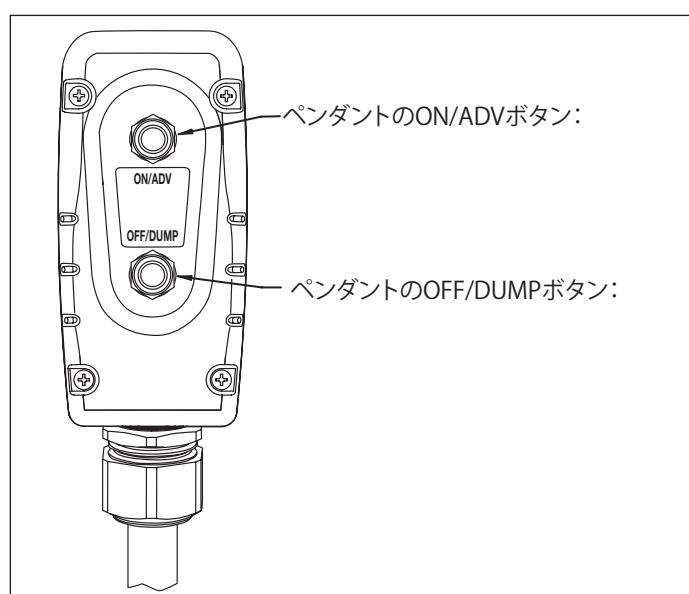

図7 ペンダントのボタン
##### 5.2 ペンダントの操作(図7参照)
- ポンプを始動するには、ペンダントの「ON/ADV」ボタンを押します。図7を参照してください。モーターが自動的に始動して、レンチが前進を開始します。ボタンを押し下げている間、レンチは前進し続けます。